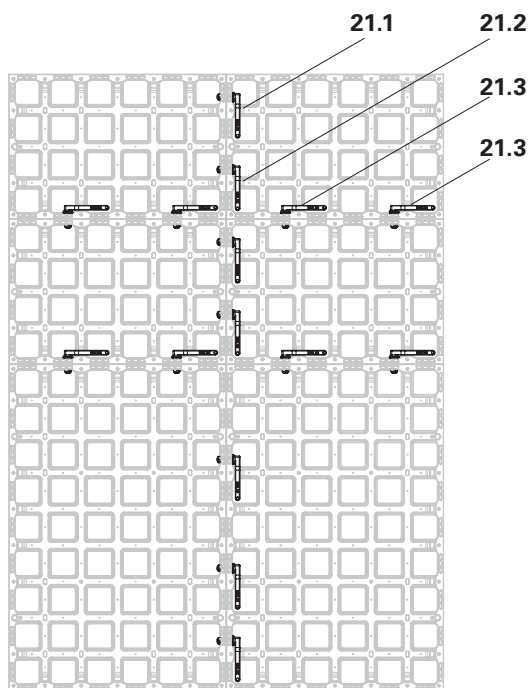

Fig. A3.04
- Connecteur DUO (21.3) dans la deuxième encoche de connexion depuis l'extérieur. (Fig. A3.04)